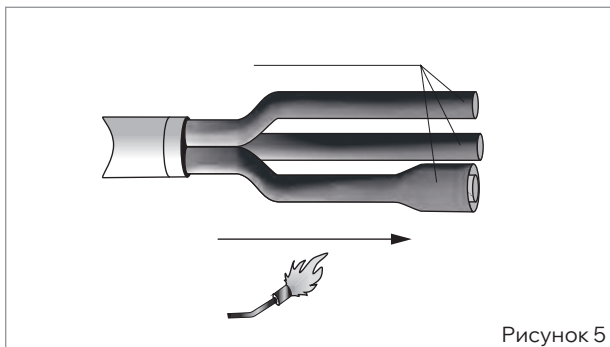

Рисунок 5
- Надеть на жилы кабелей трубки маслостойкие (прозрачные) до упора в «корешок» разделки кабеля. При необходимости обрезать верхнюю часть трубок по длине жилы. Усадить каждую трубку равномерным прогревом пламенем горелки, начиная с «корешка» и далее, двигаясь к концу жилы (рис. 5).